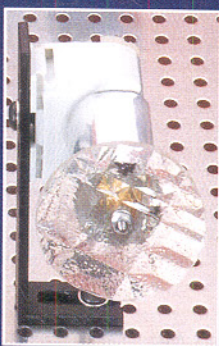
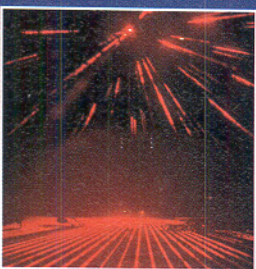
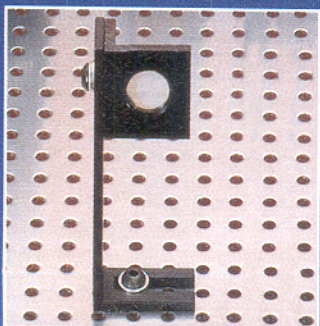
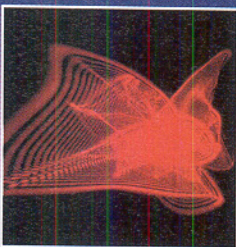

Bild 11: Getriebemotor zur Aufnahme von Gittereffekten oder Kathedralglasfolien (Schlierenmuster)
Bild 9: Linien- und Kreuzgitter-Raumeffekt
Bild 10: Effekthalter
Bild 12: Interferenzmuster zur Erzeugung von Schlierenmustern
- Interferenzmuster zur Erzeugung von Schlierenmuster (Bild 12). Bewegung durch Getriebemotor (Bild 11).
- Gittereffekte zur Erzeugung von Linien- und Kreuz-Raumeffekten (Bild 9). Die Effekte können wahlweise in einen Effekthalter (Bild 10) eingebaut oder an einen langsam drehenden Motor angebaut werden (Bild 11).